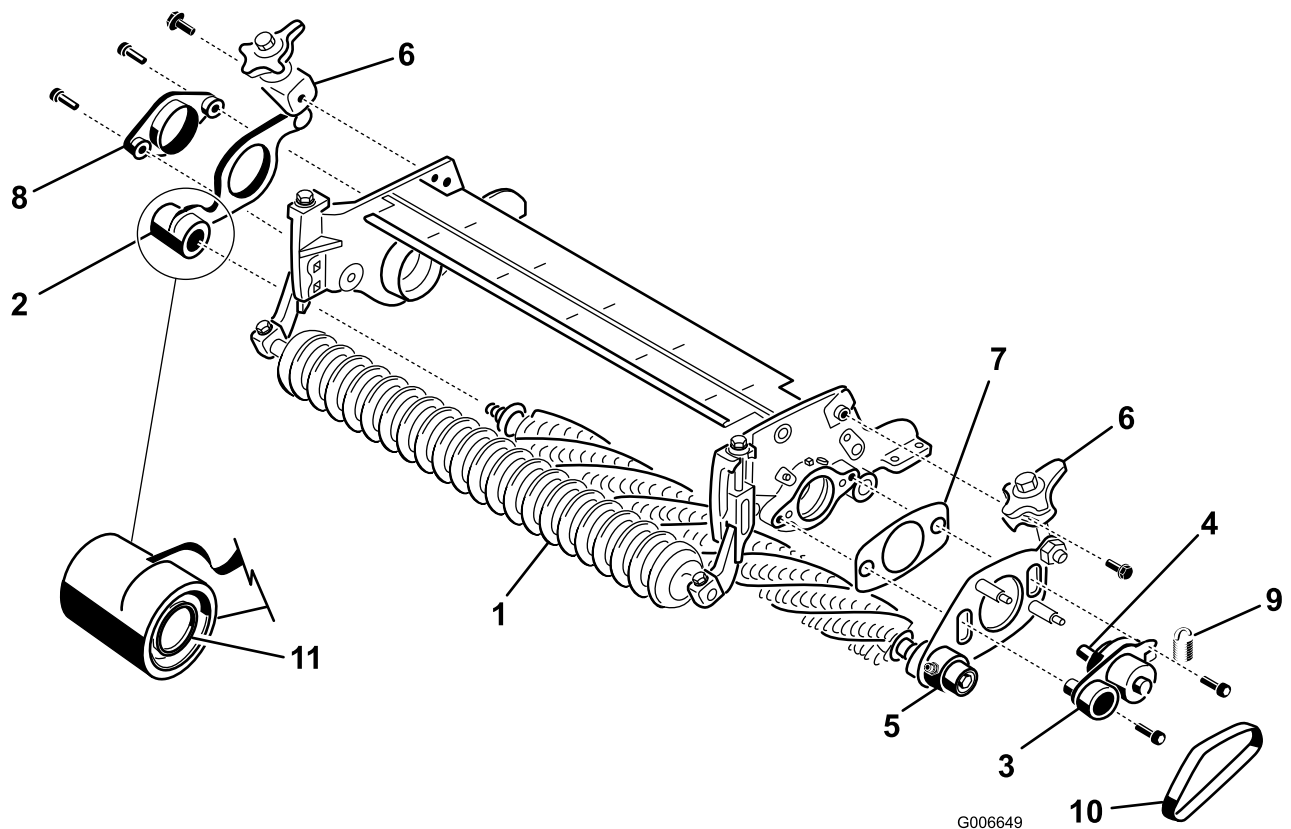

Bild 24
24. Montieren Sie die Groomerplatte ohne Antrieb auf der Groomerwelle (Bild 24). Achten Sie darauf, dass die Dichtungsfeder nicht abfällt.
21. Schieben Sie auf der Groomerseite **ohne Antrieb** die Groomerplatte von der Groomerwelle (Bild 24).
23. Montieren Sie auf der Antriebsseite der Schneideinheit die Drehnabe, die Groomerplatte an der Antriebsseite und die Beilagscheibe an der Seitenplatte der Schneideinheit. Verwenden Sie zwei Sechskantschrauben (3/8" x 1") (Bild 24). Schmieren Sie vor dem Einbau Loctite auf das Schraubengewinde.
25. Befestigen Sie die Drehnabe ohne Antrieb mit zwei Schrauben (3/8" x 1") an der Seitenplatte der Schneideinheit (Bild 24). Schmieren Sie vor dem Einbau Loctite auf das Schraubengewinde.
27. Montieren Sie die Express-Hubhebel mit Bundbolzen (3/8" x 3/4") an den Seitenplatten (Bild 24).
28. Montieren Sie den Groomerriemen auf den Spannscheiben (Bild 24). Stellen Sie sicher, dass die Rippen am Riemen richtig in den Rillen jeder Spannscheibe sitzen.